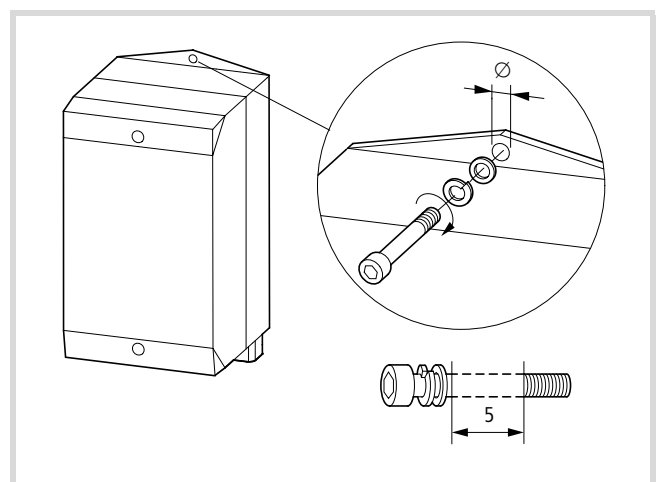

Abbildung 39: Montage
- Befestigen Sie das Unterteil mit zwei M5-Schrauben (siehe Abb. 39).